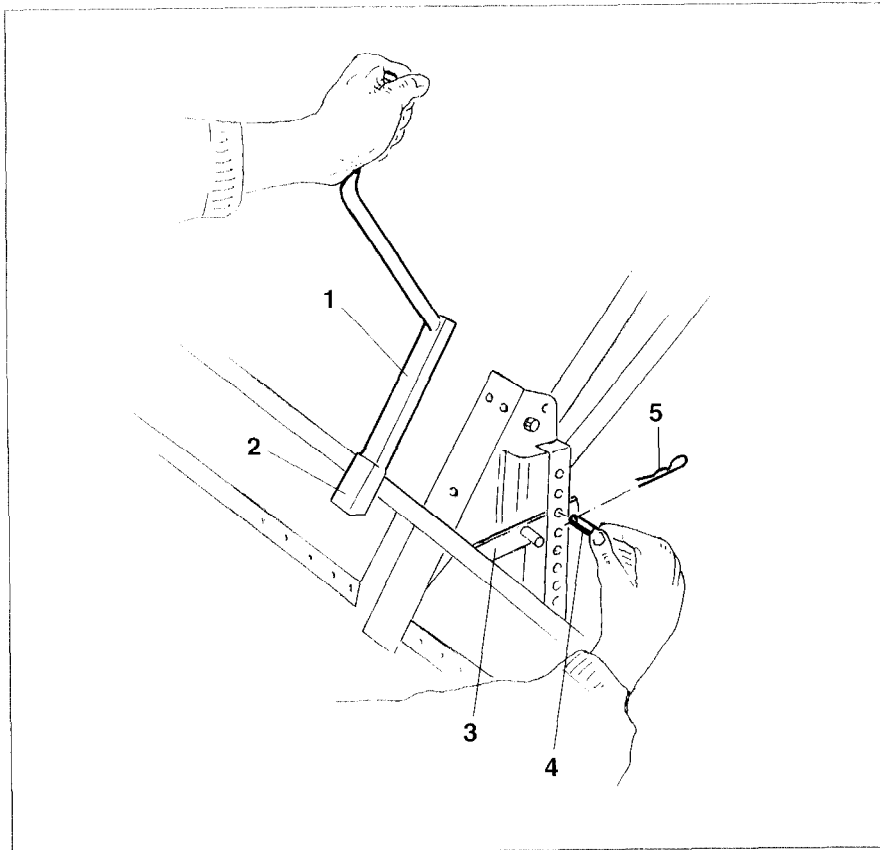

Fig. 11.6
- Abdrehkurbel (Fig. 11.6/1) in die Aufnahme (Fig. 11.6/2) des Exaktstriegels stecken und den Anschlag (Fig. 11.6/3) nach unten drücken. Bolzen (Fig. 11.6/4) in eine Bohrung **oberhalb** des Anschlages (Fig. 11.6/3) stecken und mit einem Federstecker (Fig. 11.6/5) sichern. Je tiefer der Bolzen in der Lochgruppe eingesteckt wird, um so höher wird der Exaktstriegeldruck.
- Abdrehkurbel (Fig. 11.6/1) entfernen. Der Anschlag (Fig. 11.6/3) des Exaktstriegels liegt nun am Bolzen (Fig. 11.6/4) an.